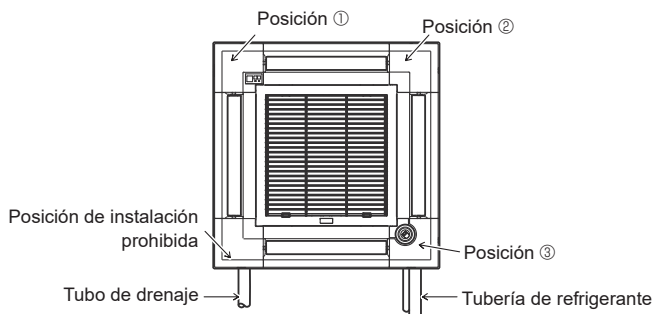

Fig. 9-10
- El panel angular del i-see Sensor debería fijarse en la rejilla ① con el tornillo ③.
- * Si la posición del i-see Sensor se ha cambiado de la posición por defecto (Posición ③) a la otra posición, cambie la configuración de funciones. (Consulte la página 14 y la Fig. 9-10)
- El panel angular del i-see Sensor no puede instalarse en el lateral del tubo de drenaje de la unidad principal. (Consulte la Fig. 9-10)